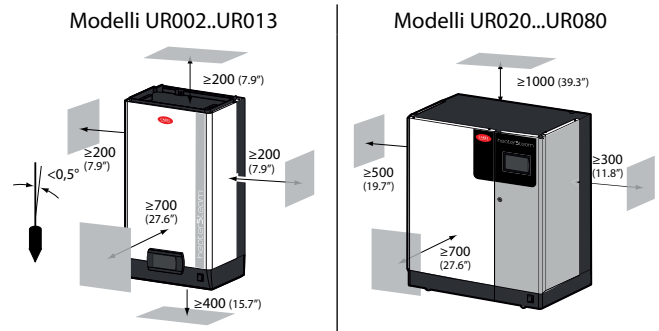

Fig. 1.b
- posizionare l'umidificatore verticalmente, utilizzare una livella per garantire l'ortogonalità con il basamento; osservare gli spazi minimi (vedi Fig. 1.b) per consentire le necessarie operazioni di manutenzione.